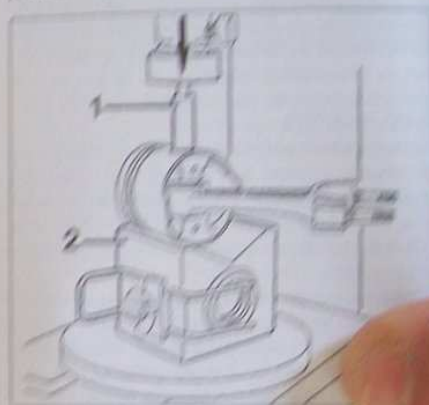

FIG. 54
2. Placer la tête du piston sur un support en "V" et aligner l'axe du piston avec le tour de la grappe à air (Fig. 54).
3. A l'aide d'un mandrin (5) de diamètre approprié (voir tableau 10/1-10/2), chauffer l'axe du piston à la grappe.